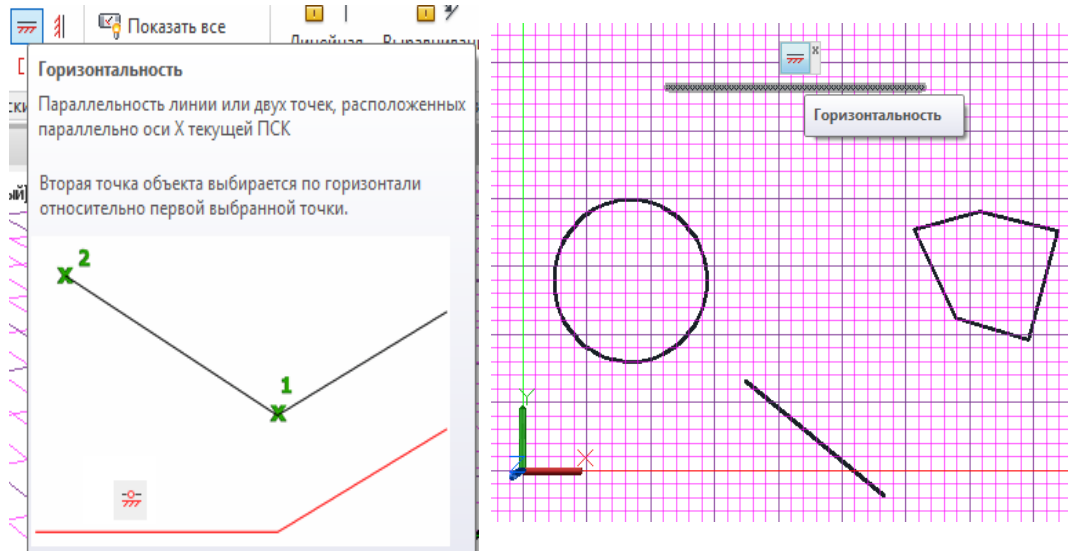

Рисунок 3. Горизонтальность
1. Геометрическая зависимость **горизонтальность** позволит изначально произвольный отрезок установить в горизонтальное положение (рисунок 3).